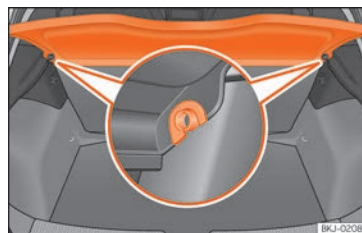

Fig. 164 En el maletero: desmontar y montar la bandeja.
- Desencaje la bandeja de los soportes laterales » » fig. 164 tirando de ella hacia arriba y extraiga la bandeja.
- Introduzca la bandeja horizontalmente haciendo coincidir la "herradura" sobre el eje de los soportes » » fig. 164, y presione hacia abajo hasta que encastre.